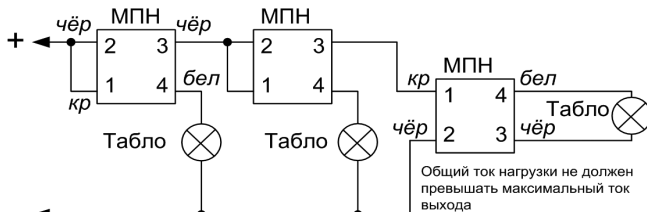

Рисунок 7. Схема подключения нескольких световых табло или сирен к одному выходу блока
1. Несколько исполнительных устройств подключаются к одному выходу блока по схеме, приведенной на рис. 7.